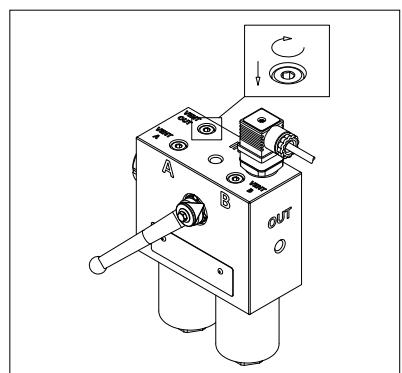

fig. 19
- (Fig. 19) Far fuoriuscire l'aria dall'impianto attraverso il tappo "Vent OUT", finché il fluido di lavoro non inizia a trafiltrare. Serrare immediatamente il tappo di sfiato